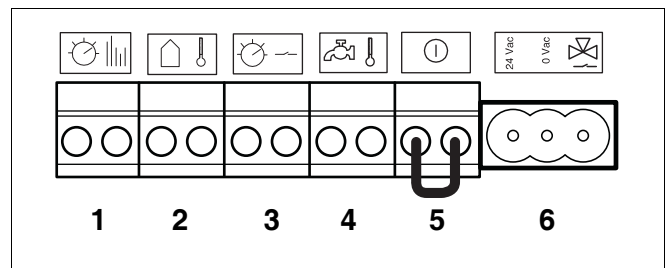

Fig. 31 Aansluitstrook laagspanningsaansluitingen
- Sluit de kamerthermostaat ModuLine 100, 200, 300, 400, of de cascaderegelaar CM10 aan op de oranje aansluiting RC (→ fig. 31, [1], pag. 30). Maak hierbij gebruik van een tweeadelige elektriciteitskabel van elk 0,4 – 0,75 mm².
- Sluit de RCC aan op de oranje stekker van de aansluitstrook van het cv-toestel (→ fig. 31, [1], pag. 30).
- Sluit de buitentemperatuursensor aan op de donkerblauwe stekker van de aansluitstrook van het cv-toestel (→ fig. 31, [2], pag. 30). Maak hierbij gebruik van een tweeadelige elektriciteitskabel van 0,4 – 0,75 mm².
- Sluit een potentiaalvrije aan/uit-regeling aan op de groene stekker van de aansluitstrook van het cv-toestel (→ fig. 31, [3], pag. 30). De maximaal toelaatbare weerstand van dit circuit bedraagt 100 Ω. Maak hierbij gebruik van een 2-aderige elektriciteitskabel van 0,4 – 0,75 mm².
- Verwijder de doorverbinding op de rode stekker (→ fig. 31, [5], pag. 30).
- Sluit een extern schakelcontact aan op de rode stekker van de aansluitstrook van het cv-toestel (→ fig. 31, [5], pag. 30).
- Sluit de modules op de UBA 3-bus bij externe modulemontage aan op klem 1 (→ fig. 31, pag. 30).